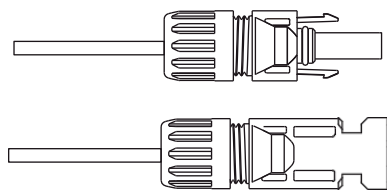

Imagen 5.5: Conector con la tuerca de tapa atornillada
- c) Inserte el pin de contacto en la parte superior del conector y atornille la tuerca de la tapa a la parte superior del conector (tal y como se muestra en la imagen 5.5).